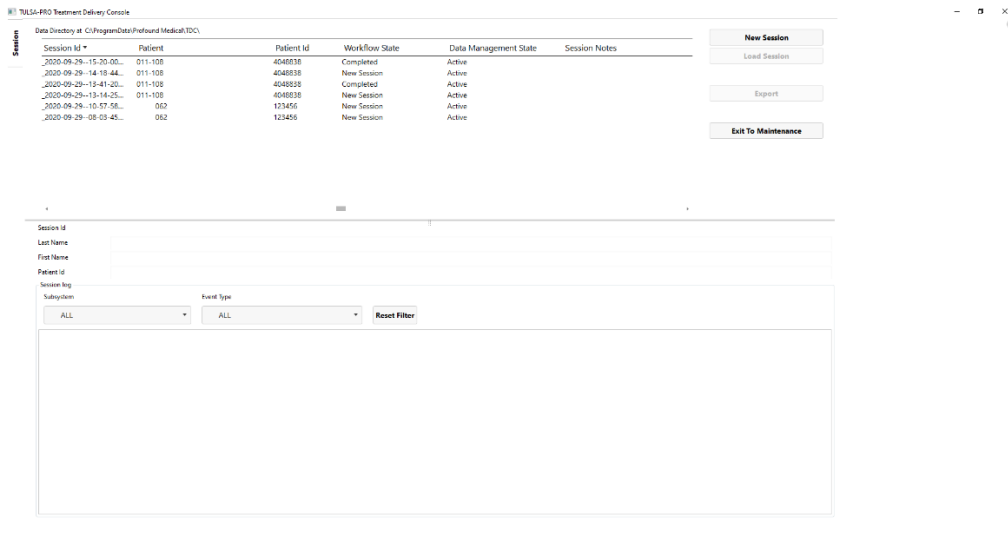

Bild 7: Arbetsytan Session Data Management (hantering av sessionsdata) i behandlingskonsolens huvudmeny
1. Starta programvaran till behandlingskonsolen från skrivbordet. Arbetsytan *Session Data Management* (hantering av sessionsdata) visas. Klicka på **New Session** (ny session) (Bild 7).